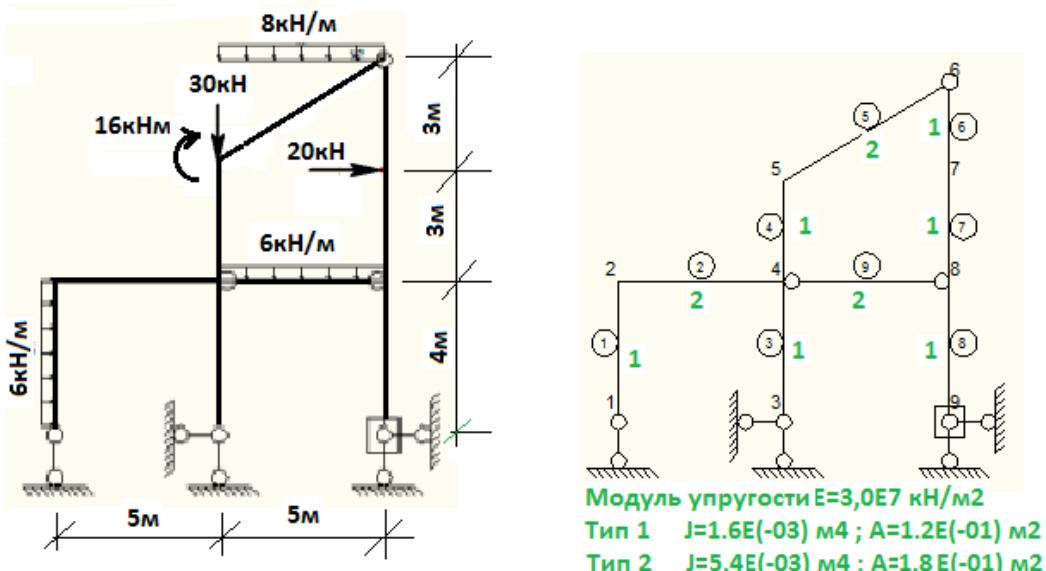

Рис.5
5. Построить эпюры изгибающих моментов, поперечных и продольных сил в раме (рис.5). Расчеты провести в ПВК Лира